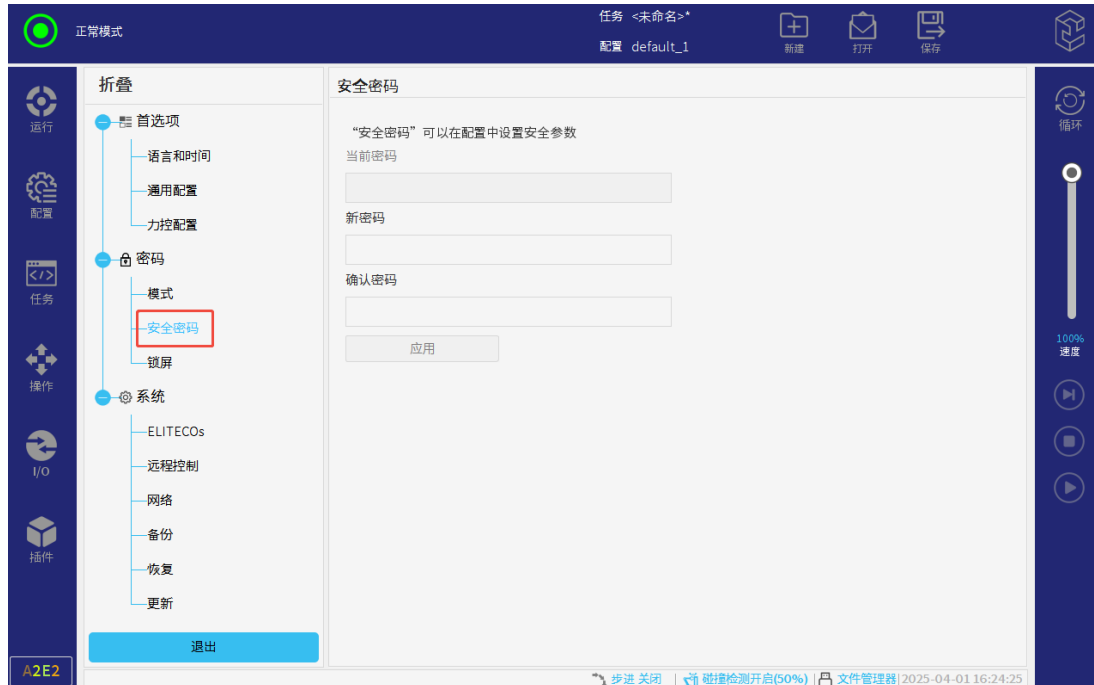

图 3-18: 安全密码
2. 选择“设置 > 密码 > 安全密码”，进入“安全密码”页面，如图 3-18所示。